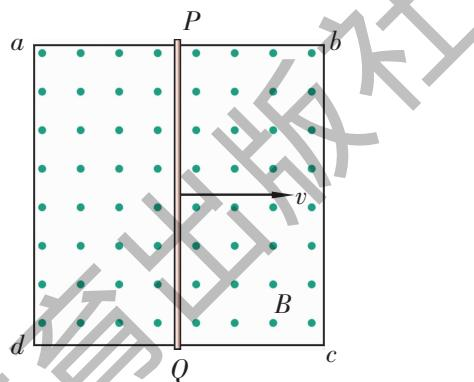

图 1-5-16
4. 有一正方形框 $abcd$, 各边长 L , 其中 ab 是一段电阻为 R 的均匀电阻丝, 其余三边均为电阻可忽略的铜线. 磁场的磁感应强度为 B , 方向垂直纸面向外. 现有一与 ab 段所用材料、粗细、长度都相同的电阻丝 PQ 置于导线框上, 如图 1-5-16 所示, 以恒定速度 v 从 ad 边滑向 bc 边, 当 PQ 滑过 ab 边的中点时, 通过 aP 段电阻丝的电流是多大? 方向如何?